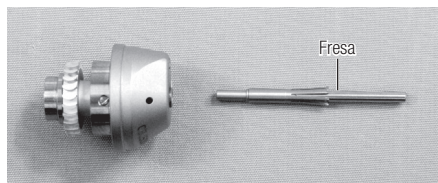

Fig. 20
- 1) Aplique una fina capa de aceite en la superficie del mandril, inserte la fresa e introduzca el mandril presionándolo en el vástago del rotor. (Fig.20)